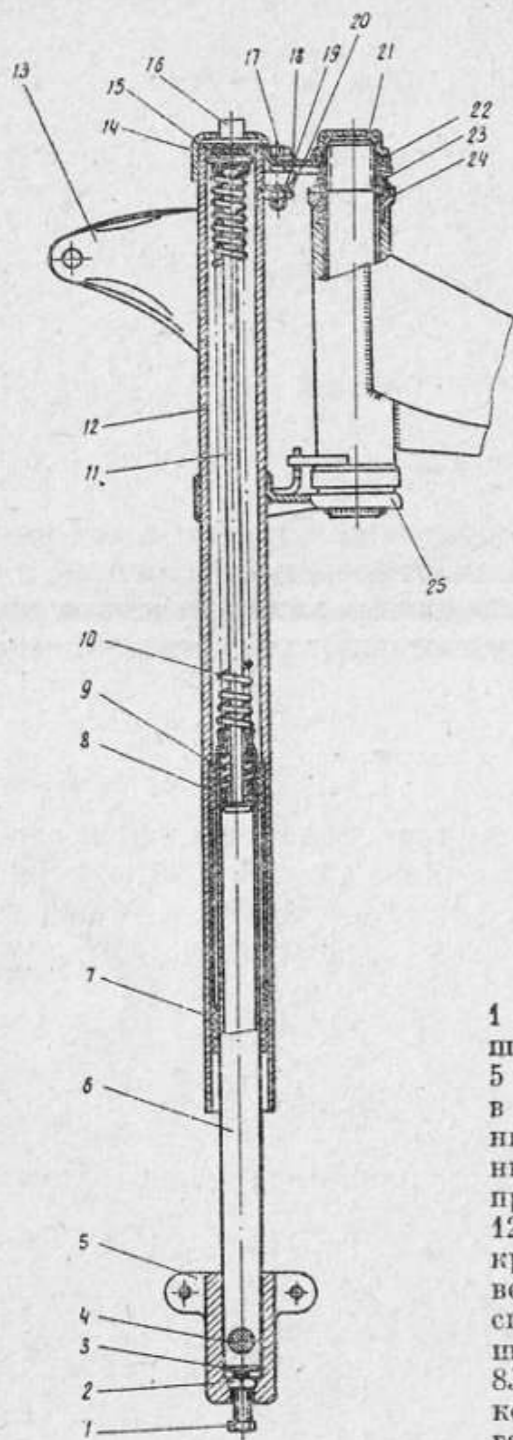

Рис. 11. Вилка передняя
Передняя вилка (рис. 11) служит для соединения переднего колеса мопеда с рамой, для уменьшения толчков, передаваемых от переднего колеса во время движения, а также для поворота мопеда. Положение оси колеса в вилке фиксируется болтами (1).
3. Отпустить болты (1 рис. 11).
4. Выбить легкими ударами ось (9).